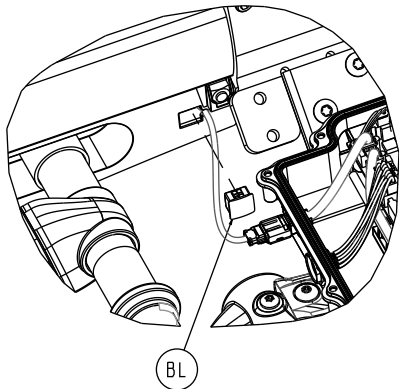

Figure 71 – Retirer le bouchon pour trou
6. À l'aide d'un outil à pointe, retirer le bouchon pour trou (BL) de l'arrière du bloc coulissant (Figure 71). Conserver le bouchon pour trou.